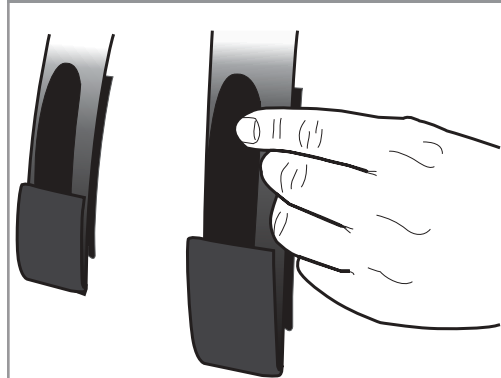

Fig. 1
- To simplify application, attach each strap back onto itself to minimize tangling (Fig. 1).
- Para facilitar la aplicación y minimizar los enredos, doble cada banda sobre sí misma (Fig. 1).
- Pour simplifier la mise en place, attachez chaque sangle à elle-même pour minimiser l'emmêlement (Fig. 1).